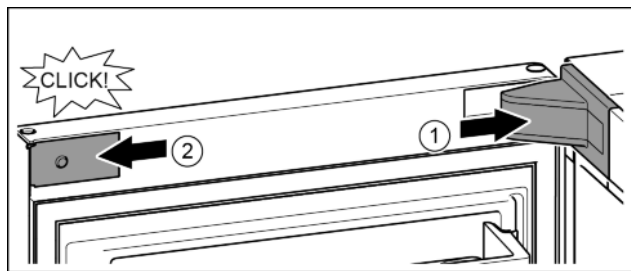

Fig. 24
- ▶ Поставете и фиксирайте капачката на лагерната стойка, при нужда внимателно го натиснете настрани. Fig. 24 (1)
- ▶ Поставете странично капачката и я фиксирайте. Fig. 24 (2)